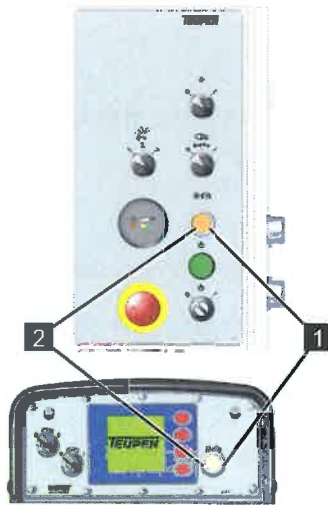

Abb. 69
4. Über den Taster (Abb.69/1) die Betriebsart wählen.
5. Den Schlüsselschalter (Abb.69/1) gegen den Uhrzeigersinn auf [0] drehen.